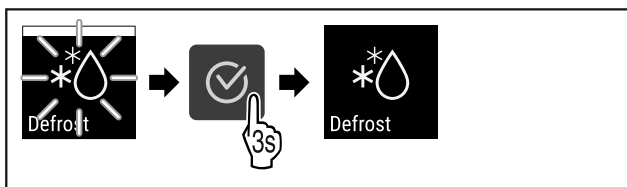

Fig. 86
- ▷ Proveďte akční kroky (viz Fig. 86).